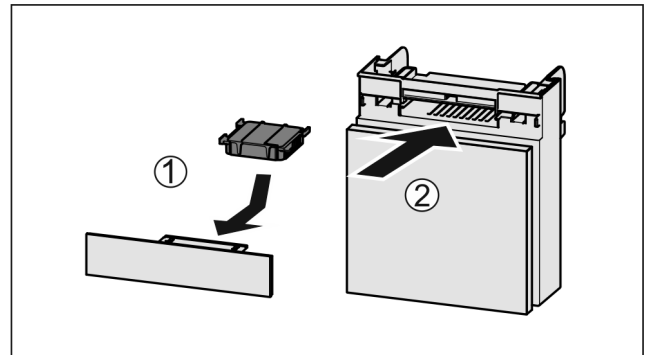

Fig. 103
- ▶ Actiefkoolfilter overeenkomstig afbeelding aanbrengen Fig. 103 (1).
- ▶ Lade erin schuiven Fig. 103 (2).